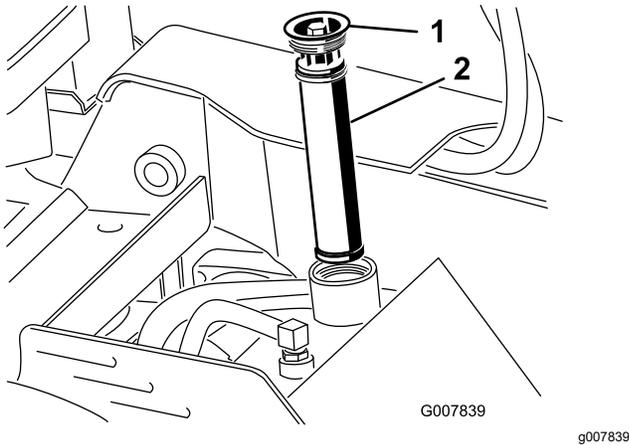

Figura 56
- Pulite l'area intorno al collo del bocchettone del serbatoio idraulico e rimuovete il tappo ed il filtro dal collo del bocchettone usando una chiave a tubo (Figura 56).
- Togliete il tappo di riempimento del serbatoio idraulico e il filtro (Figura 56).
10. Inserite il filtro idraulico e il tappo di riempimento (Figura 56) e serrate il bullone in alto a una coppia compresa tra 13–15,5 N·m.